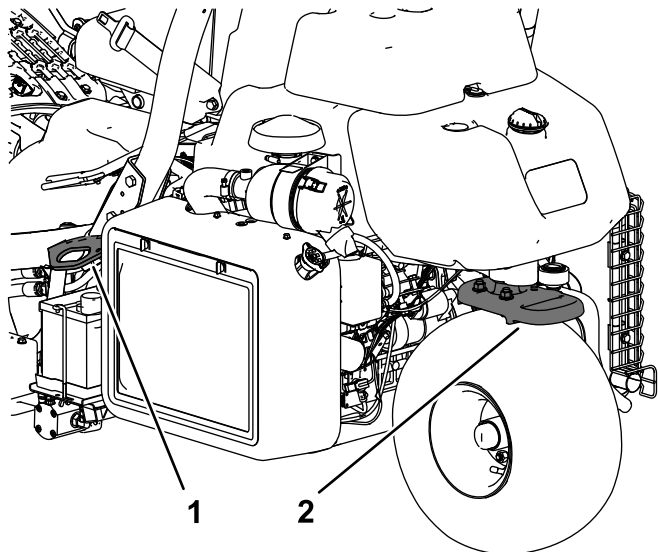

Figura 24
- Legai maina în siguranță folosind curele, lanuri, cabluri sau frânghii. Atât curelele din față, cât și cele din spate trebuie să fie îndreptate în jos și spre exteriorul mainii (Figura 24).